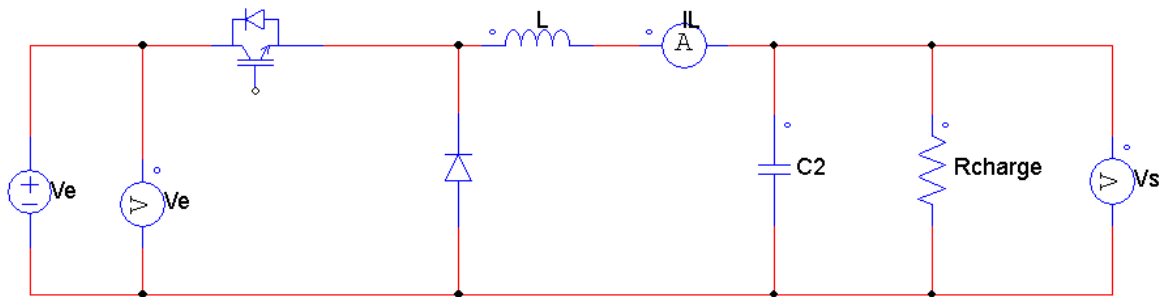

FIGURE 4 – Hacheur série : partie puissance
1. Réaliser le circuit de puissance (voir FIGURE 4). N'oubliez pas de mesurer les tensions d'entrée et de sortie à l'aide de voltmètres.